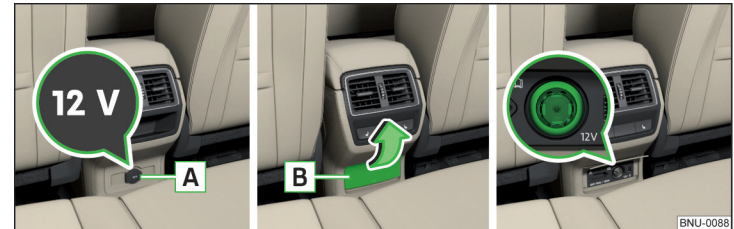

Abb. 126 Abdeckung der 12-Volt-Steckdose / Abdeckung der 12-Volt-Steckdose aufklappen
- Zum **Gebrauch** die Abdeckung **A** öffnen bzw. die Abdeckung **B** in Pfeilrichtung aufklappen » Abb. 126.